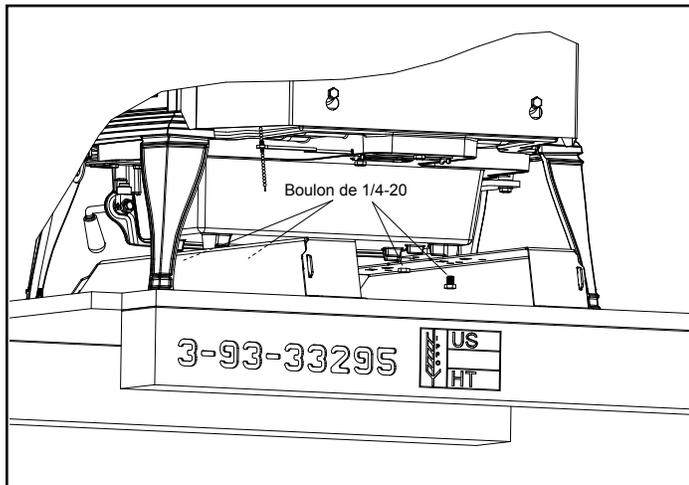

Figure 5.1 - Retirez la vanne du support de vanne.
Retirez l'unité des supports de vanne en enlevant (2) boulons à tête hexagonale de 1/4-20 de chacune des vannes afin de laisser les boulons attachés à la glissière. Figure 5.1 (Gardez les boulons à tête hexagonale de 1/4-20 parce qu'on les utilisera plus tard pour installer le bouclier thermique).